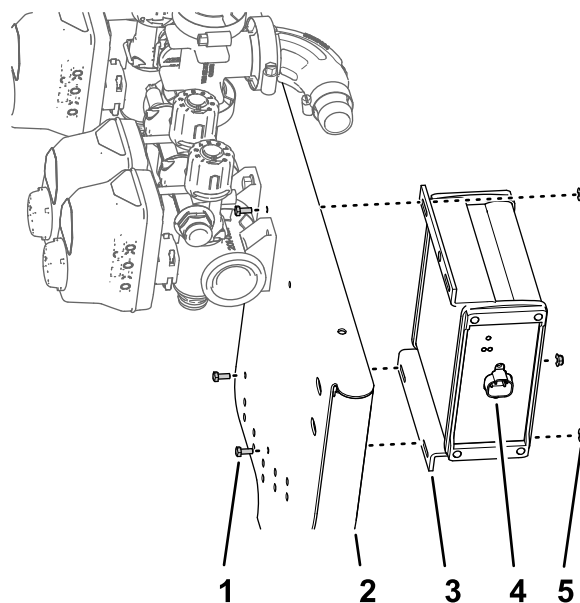

Figura 98
1. Alinhe o controlador do pulverizador ASC 10 para o lado dianteiro da montagem da válvula com o conector de quatro pinos para fora (Figura 98).
2. Monte o controlador do pulverizador na montagem da válvula (Figura 98) com os quatro parafusos (3 x 10 mm) e as quatro porcas de bloqueio flangeadas (3 mm).